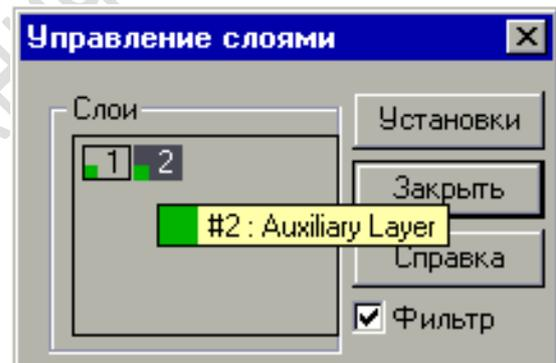

Рисунок 5. Управление слоями.
1. Нажмите кнопку  «Управление слоями» на панели «Режимы». Появится диалог «Управление слоями» (рис. 5)